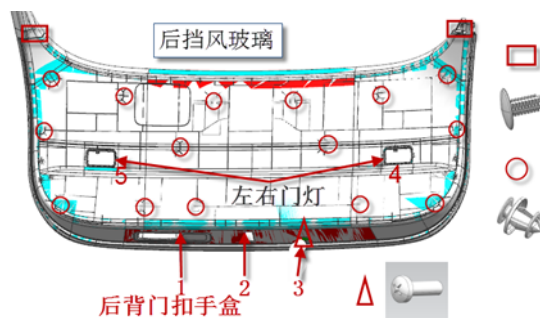

图 10-4-1 后背门下护板拆卸示意图
- (1) 首先将后背门左/右护板，上护板和后背门扣手盒拆除；
- (2) 如图 10-4-1，先将左右后背门灯（4、5 处）用缠有柔性保护胶带的一字起翘起，然后将线束与门灯分离，拆下左右门灯。
- (3) 撬开底部安装堵盖，拧开底部螺钉，接着用一字起将后背门下护板与左右护板搭接处与后背门钣金配合的叶子片卡扣（2 个）撬开取下，然后按照从上到下的顺序将三排将类卡扣（15 个）依次与钣金分离，即可拿下后背门下护板。